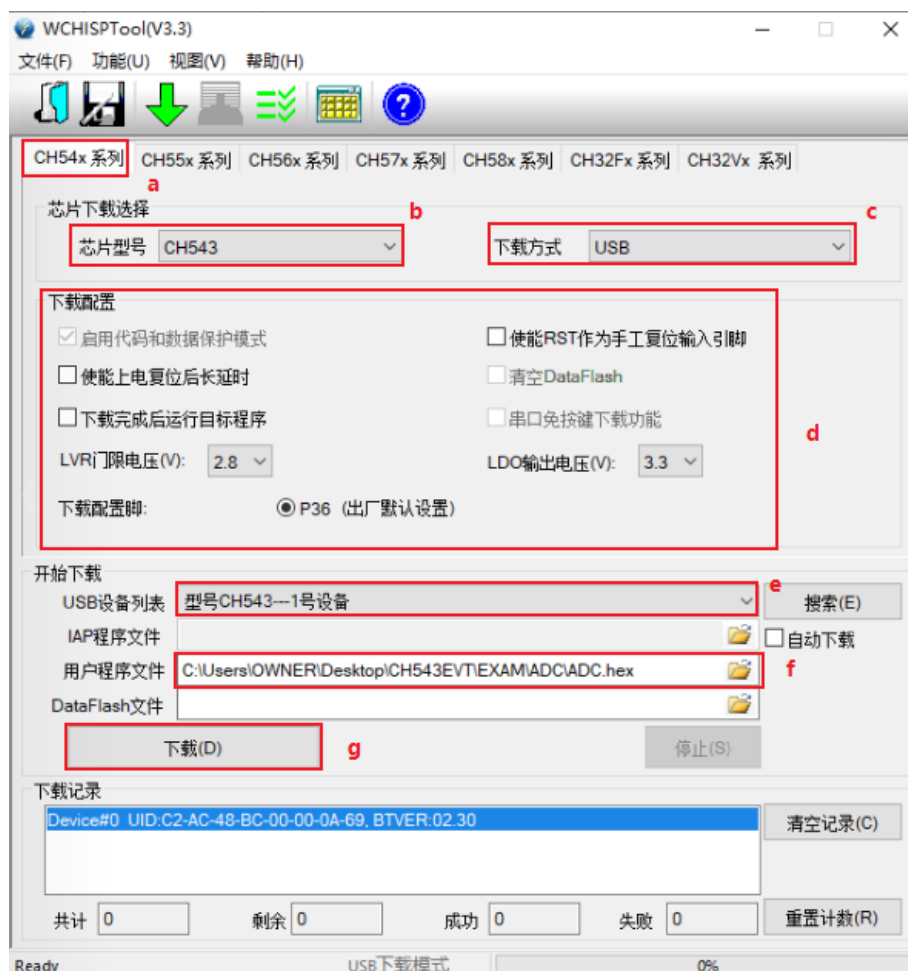

图 2.3.1
- a. 选择芯片系列：点击“8 位 CH54X 系列”标签页面, 如图 2.3.1；
如果设备连至 PC，软件检测到，会出现如下图 2.3.1 “USB 列表”显示“型号 CH543. . . 1 号设备”；如果没有检测到设备插入，可查看芯片电源连接是否正常，USB 是否连接好